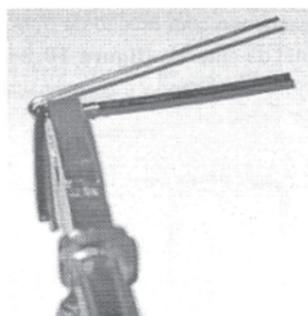

figura 18
4. Com auxílio de um alicate universal, dobre o condutor rígido sobre o flexível (**figura 18**).